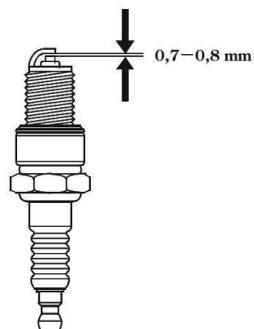

рис.6
7.2 Свеча зажигания см. рис.6
- рекомендуется проверить величину межэлектродного зазора, который должен составлять 0,7-0,8 мм. При существенном отклонении величины зазора от указанной, необходимо его отрегулировать (восстановить) или заменить свечу (см. рис.6);